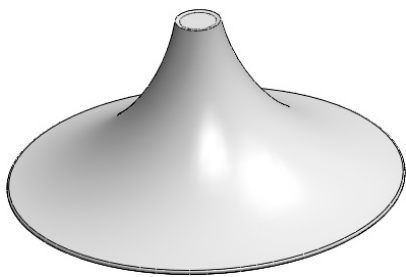

图 4-21 创建平面区域
STEP 3 单击“曲面”工具栏中的“平面区域”按钮 ，选择叶轮上部内侧的边界线，创建一平面（也可在此处创建基准面，实际生产的过程中，此处可通过焊接工艺将叶轮与下面要创建的实体焊接起来），如图 4-21 所示。